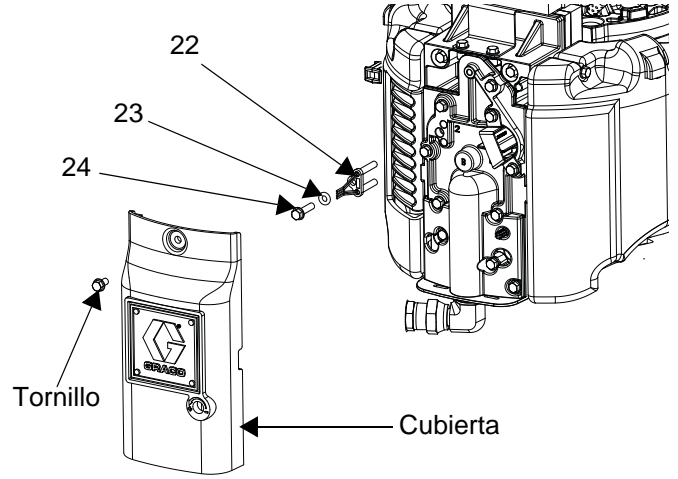

FIG. 58: Instalación del sensor interruptor de lengüeta
- i. Retire los tornillos de la cubierta de la válvula para extraer la cubierta. Consulte la FIG. 58.
- j. Instale el sensor interruptor de lengüeta (22). Ajuste con el tornillo de 1 pulgada (25 mm) (24) y la junta tórica (23) suministrada. Consulte la FIG. 58.
- m. Reinstale la cubierta de la válvula y luego ajuste la tuerca. Consulte la FIG. 58.